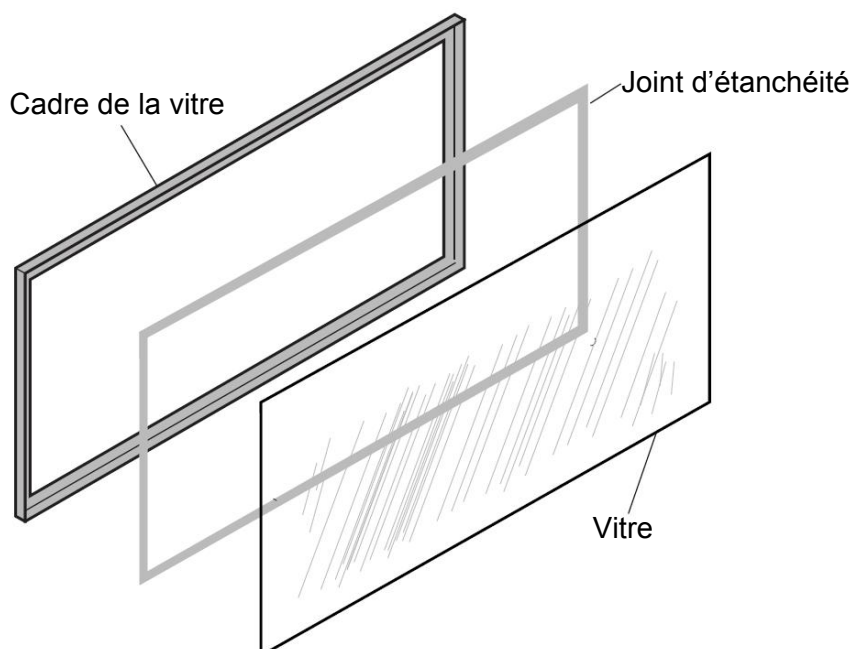

Figure 37 – Retrait de la porte vitrée
1. Mettre des gants. Retirer le cadre du foyer en retirant trois écrous, rondelles et ressorts. Voir Figure 37.
2. Retirer soigneusement la porte avec le verre brisé. Voir Figure 37.